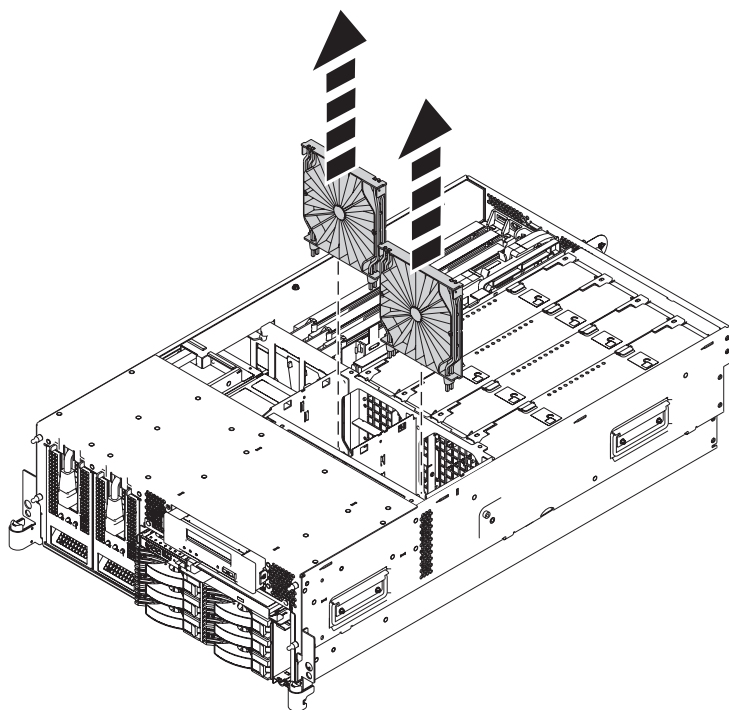

Figure 8. Retrait des grille d'aération du boîtier de ventilation d'un modèle 04E/8A
- 2) Pour retirer les grilles d'aération, saisissez-le et retirez-les du boîtier de ventilation, comme indiqué dans la figure 8.